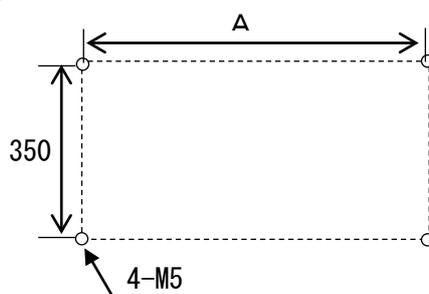

図7 取付穴寸法図
- ①取付足2本を本体裏側に取り付けます。
- ②図7及び表2に従って、壁または取付アングルに取付穴をあけ、本体を取り付けます。